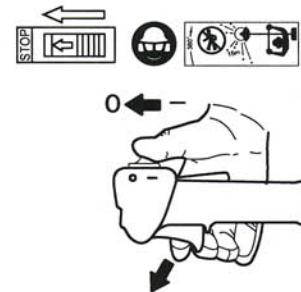

Рис. 16
- (1) Отпустите курок газа и нажмите красный выключатель зажигания для подготовки к остановке двигателя. (Рис. 16)
- (2) Если Вы полностью закончили работу, вылейте топливо из бака, запустите двигатель и дайте ему выработать остатки топлива. Топливо, оставшееся в поплавковой камере карбюратора выработается в течение 2-3 минут и двигатель остановится. Таким образом Вы облегчите последующий запуск двигателя.